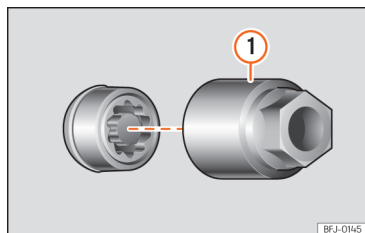

Рис. 252 Колісний болт-секретка з ковпачком та адаптером.
- Вставте адаптер »» **рис. 252** ① з набору інструменту в головку болта до кінця »» с. 336.